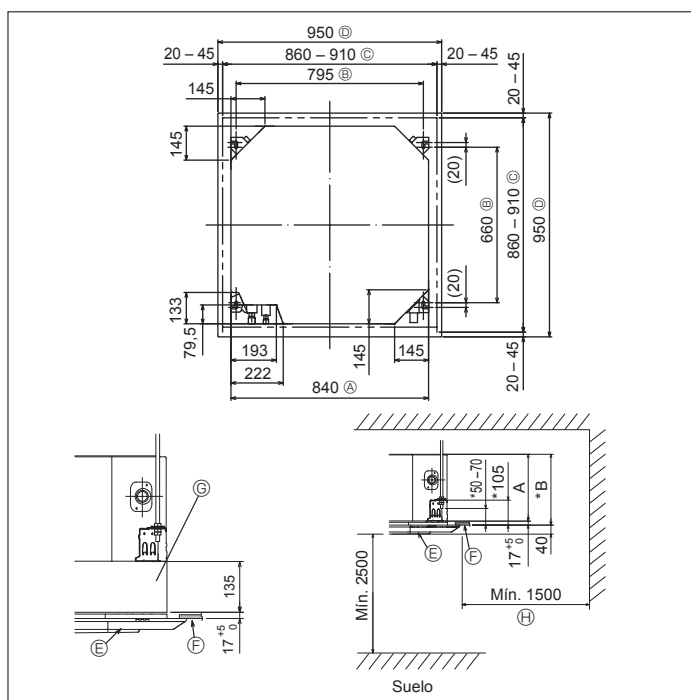

Fig. 3-2
### 3.2. Apertura del techo y ubicación de los tornillos de suspensión (Fig. 3-2)
- \* Las dimensiones de la apertura del techo pueden ajustarse dentro de los valores indicados en la Fig. 3-2; centre la unidad principal en la apertura asegurándose de que los lados opuestos respectivos alrededor de la apertura sean idénticos.